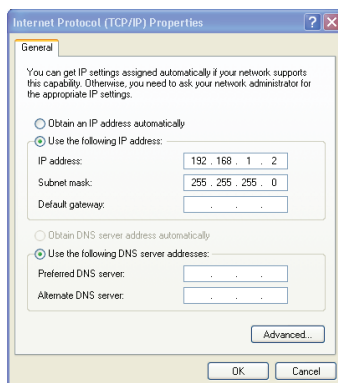

Рис. 5. Окно свойств интернет-протокола (TCP/IP)
7. Выберите **Use the following IP Address (Использовать следующий сетевой адрес)** и заполните поля в соответствии с рис. 5.